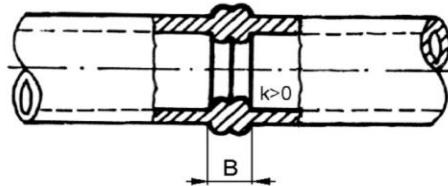

Рис. 1. Этапы процесса стыковой сварки
3. Надень медную подкладку под гнездо гидроакумулятора (смотреть Рис.1) удали заглушку находящийся в стержне гидроакумулятора и завинти к удлинителю дотаскивая ключом 30.